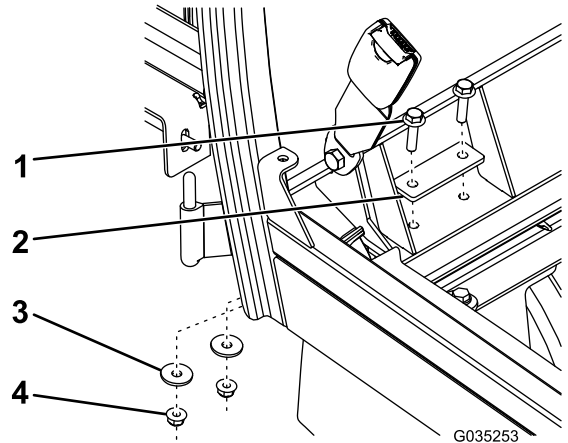

Figura 13
7. Fissare la parte posteriore del telaio della cabina ai supporti di sinistra e destra, utilizzando 4 bulloni a testa esagonale ($\frac{5}{16}$ " x $1\frac{1}{4}$ "), 2 piastre d'appoggio, 4 rondelle piane e 4 dadi flangiati ($\frac{5}{16}$ ") come mostrato nella Figura 13.